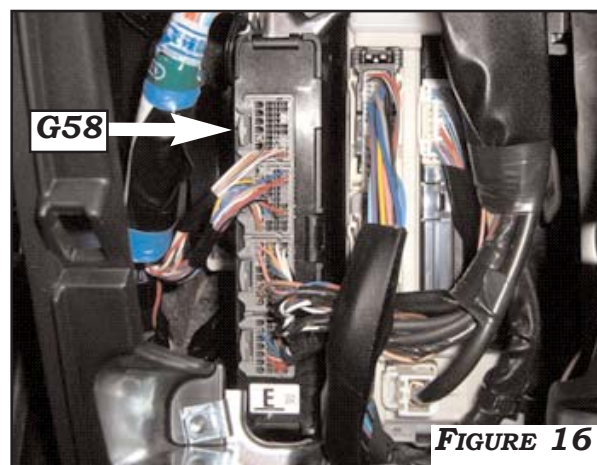
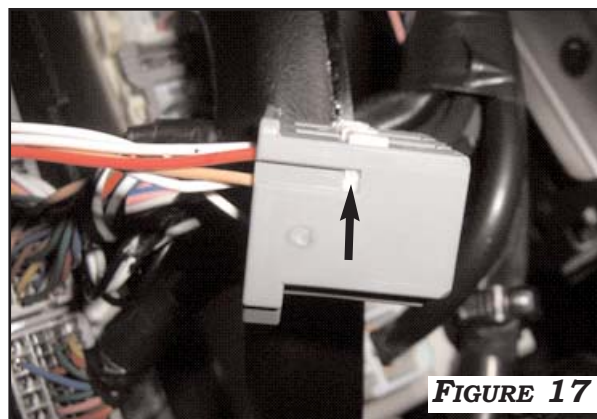
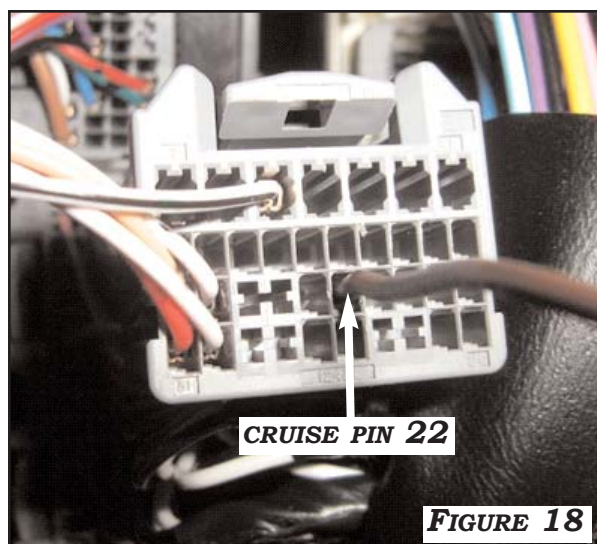

FIGURE 16
FIGURE 17
FIGURE 18
1. ROUTE THE **BROWN** CRUISE ECM HARNESS TO THE ECM BEHIND THE REMOVED LOWER INSTRUMENT PANEL. LOCATE GRAY CONNECTOR **G58** (TOP) OF THE ECM. **FIGURE 16**. **BE SURE TO PRESS IN TABS ON BOTH SIDES TO PUSH UP TERMINAL RETAINER AT THE CENTER OF CONNECTOR.** **FIGURE 17**. INSERT **ECM** TERMINAL FROM THE **BROWN** ECM HARNESS INTO PIN **22** (CRUISE CIRCUIT) OF CONNECTOR **G58**. **FIGURE 18**